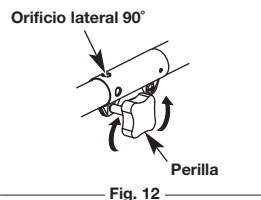

Fig. 12
1. Gire la perilla en sentido antihorario para aflojarla (Fig. 12).
3. Gire la perilla en sentido horario para ajustarla (Fig. 12).
Para recortar bordes mientras usa el accesorio de corte de cabeza de línea con modelos EZ-Link™, trabe el botón de desconexión en el orificio lateral de 90° (Fig. 12).